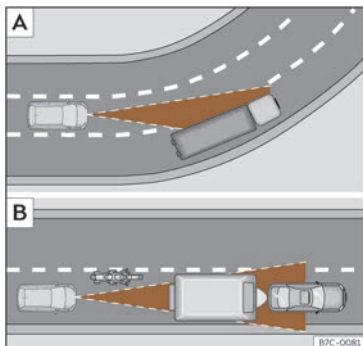

Fig. 132 A) Vehicle en un revolt. B) Motociclista circulant per davant fora del radi d'acció del sensor de radar.
L'ACC podria no detectar el vehicle precedent en un revolt o podria regular la distància amb vehicles que es troben en altres carrils >>> **fig. 132 A).**
- Vehicles que circulin desalineats o fora de la zona de detecció del sensor, per exemple, motocicletes >>> **fig. 132 B).**